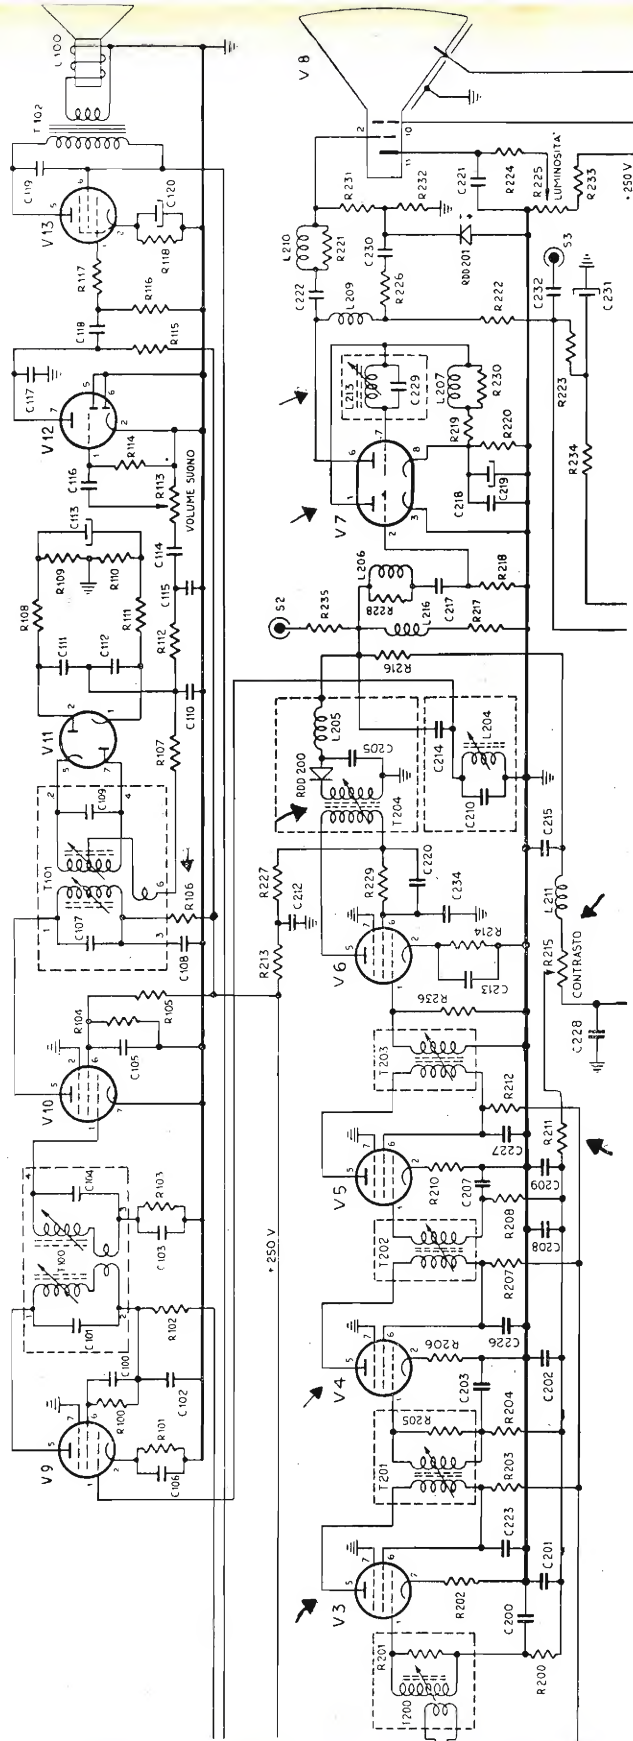

Fig. 10.33. - Schema della sezione video e della sezione audio dei televisori Marelli modd. RV 90, RV 91 ed RV 92.
- 3) Dissaldare R211 dal potenziometro R215 (v. fig. 10.33), collegare a R211 il filo negativo di una batteria da 3 volt, collegare a massa il polo positivo della stessa batteria.